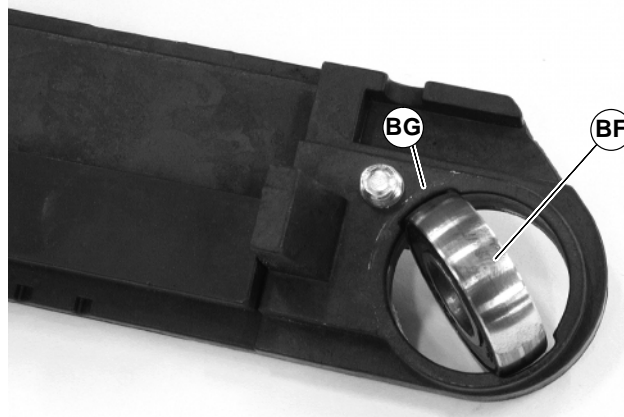

Abbildung 37
- Das Lager drehen (BF siehe Abbildung 37), um es mit den Schlitzen (BG) in der vorderen Deckplatte auszurichten. Dann das Lager herausnehmen.